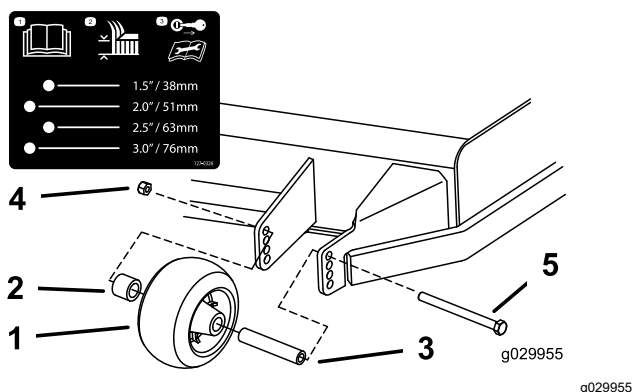

Figura 39
3. Regolate i rulli antistrappo come illustrato nella Figura 39.